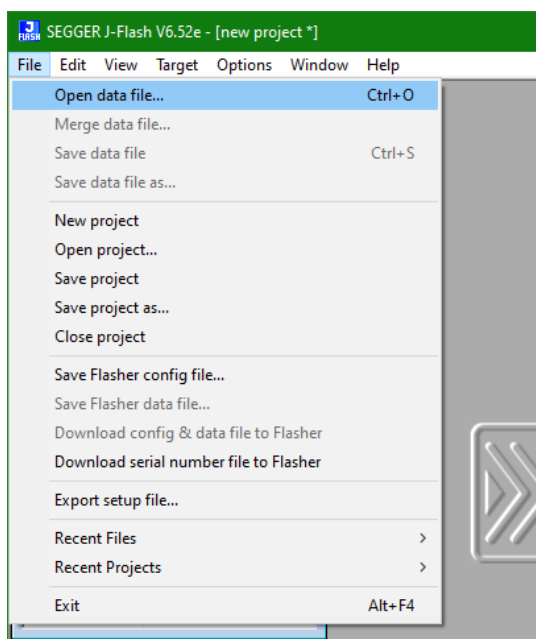

Рисунок 6 — Иллюстрация вызова диалогового окна **Open data file**
2.9 В меню выбрать **File – Open data file** (рисунок 6).